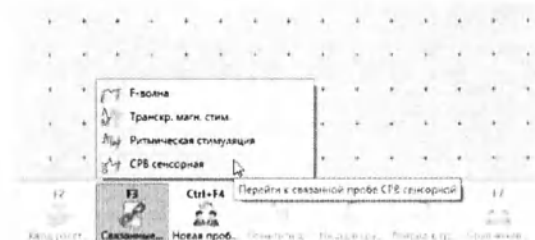

Рис. 19. Выбор в пробе «CPB моторная» связанной пробы «CPB сенсорная»
- Второй способ — использование связанной пробы. Для этого в пробе «CPB моторная» — исследование срединного нерва» нажмите «F3», выберите джойстиком «CPB сенсорная» (рис. 19) и нажмите «ОК».